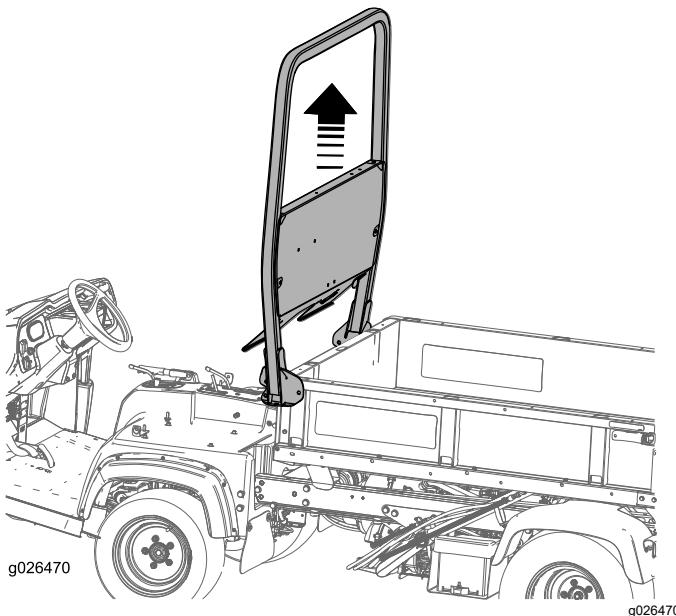

Figura 10
1. Retire los 6 pernos que sujetan el ROPS al chasis de la máquina, según se muestra en la Figura 9 y la Figura 10.